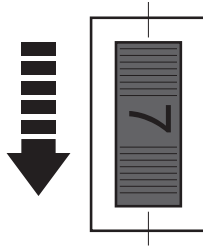

Fig. 13
- > Rode o seletor de velocidade (15) para um número maior para aumentar a velocidade (Fig. 13). Uma velocidade rápida é adequada para ferramentas de fresagem de diâmetro grande ou para trabalhar materiais duros como a madeira